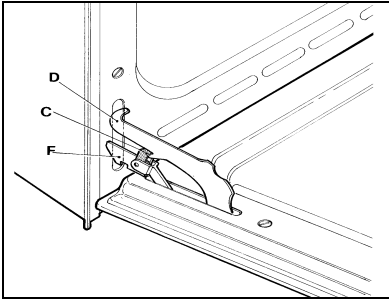

Fig. 37
**Inre rengöring av ugnskristaller:** En av ugnens egenskaper är att det är möjligt att montera bort det inre glaset (fig.37) genom att helt enkelt lossa på de 2 skruvarna **B** (se figur 38), för att kunna utföra en inre rengöring av kristallerna. Detta arbete skall utföras med kall ugn och med en mjuk trasa och genom att vara noggrann med att inte använda medel med pulver.